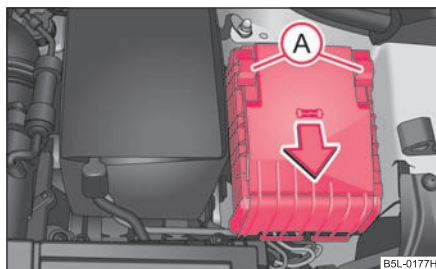

Fig. 233 Capacul cutiei de siguranțe din compartimentul motorului
- Deplasați mânerul de siguranță (A) ⇒ fig. 233 până la limită, în spatele mânerului de siguranță apare simbolul ; scoateți capacul.